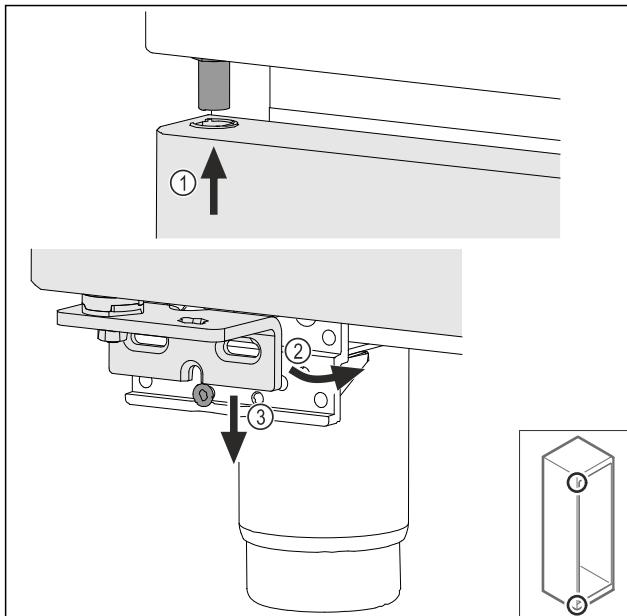

Fig. 34
- ▶ 使门稍微倾斜，并从顶部穿入 Fig. 34 (1)，摆正门 Fig. 34 (2) 并将底部安放在托架螺栓 Fig. 34 (3) 上。